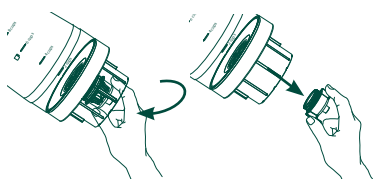

Figure: 2
- 3 Dévissez la cartouche du filtre à charbon située au bas du réservoir d'eau, en tournant le bouchon à ailettes de 90° dans le sens inverse des aiguilles d'une montre avec votre main. Voyez la Figure: 2.